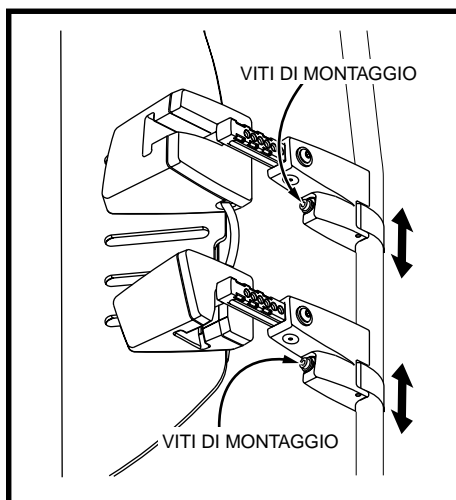

Figura 10. Regolazione altezza dello schienale
2. Riposizionare tutti i quattro supporti di montaggio in alto sui tubi del sedile. Vedere figura 10.
2. Riposizionare tutti i quattro supporti di montaggio in basso sui tubi del sedile. Vedere figura 10.